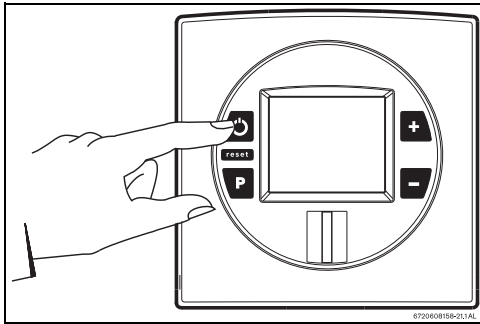

Fig. 12 Conectar / Desconectar el aparato
- ▶ Pulse el interruptor principal ON/OFF (Fig.12).
- ▶ Pulse nuevamente el interruptor principal ON/OFF (Fig.12).
Al colocar el interruptor principal en posición de funcionamiento (fig.12), el aparato está listo para funcionar.